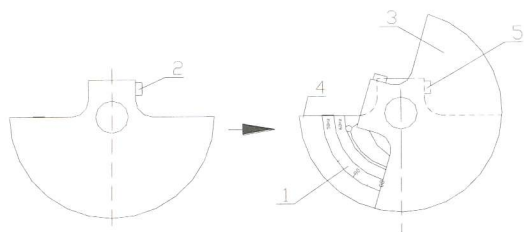

Рис. 9 Регулировка силы вибрации веерообразной массы
5. Регулировка центробежной силы электровибратора с веерообразной массой (см. рис. 9);
5.3 Установить исходную максимальную центробежную силу как F_c . Когда вертикальный край массы совпадает с калибровочной линией "80%" регулировочной пластины центробежной силы 50 Гц, отрегулированная центробежная сила равна F_{cx} 80% 50 Гц, как показано на рис. 9.